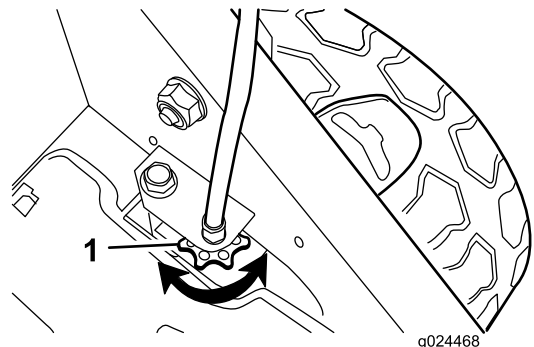

Figura 24
- Si las ruedas no giran al apretar la barra de autopropulsión, la correa de transmisión está demasiado floja. Gire el mando de control de la transmisión de las ruedas (Figura 24) una vuelta en sentido horario y repita los pasos 4 a 6.
- Si las ruedas giran antes de apretar del todo la barra de autopropulsión, la correa de transmisión está demasiado apretada. Gire el mando de control de la transmisión de las ruedas (Figura 24) una vuelta en sentido antihorario y repita los pasos 4 a 6.